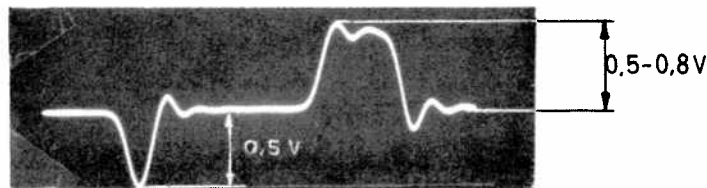

Bild 8
3.4.6.2 Anslut oscilloskopet till mätjacken TP201 INPUT på övre synkseparatorn. Kontrollera att en pulsbild enligt bild 8 erhålls.